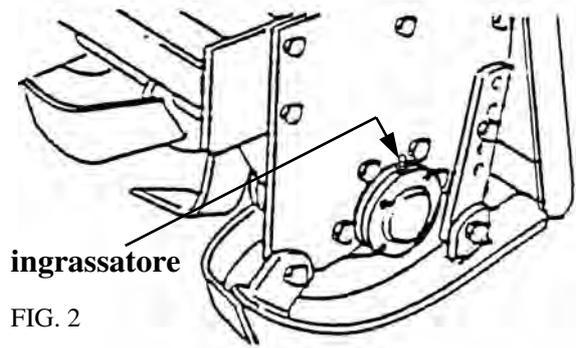

FIG. 2
- Ingrassare il supporto del rotore posizionato sul lato destro della zappatrice (vedere fig. 2). Prima di effettuare questa operazione è necessario pulire l'ingrassatore per impedire che il fango o corpi estranei di vario tipo possano mescolarsi col grasso e quindi diminuire la sua capacità lubrificante. Utilizzare questo tipo di grasso: grasso al litio NLGI 2 .